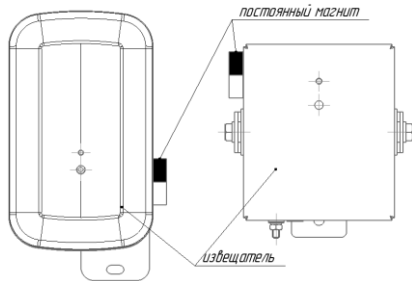

Рис. 4 – Место поднесения постоянного магнита
Командой «Программирование адреса устройства» можно задать адрес извещателя независимо от того, какой ему адрес присвоен на данный момент. Это может быть использовано в случае ошибочного назначения одинаковых адресов двум и более устройствам. Для этого с пульта или компьютера подать команду на программирование требуемого адреса. После чего в течение не более 5 минут к извещателю, который находится в дежурном режиме, поднести постоянный магнит к области (см. рисунок 4). При этом светоизлучатель извещателя переходит в режим непрерывного свечения. На пульте или компьютере отобразятся события о потере связи с устройством по старому адресу и о восстановлении связи с устройством по заданному адресу. Если устройства имели одинаковый адрес, то сообщений о потере связи по старому адресу не будет.
2.5.4 Упрощённый контроль функционирования извещателя (без проверки оптической части) можно осуществить путём поднесения постоянного магнита к извещателю (см. рисунок 4). ПКУ «С2000М» или АРМ «Орион Про» должен выдать сообщение «Тест» или «Пожар», в зависимости от режима тестирования. Упрощённый контроль работает, начиная с «С2000-КДЛ» версии 2.15 и «С2000-КДЛ-2И» v.1.15.